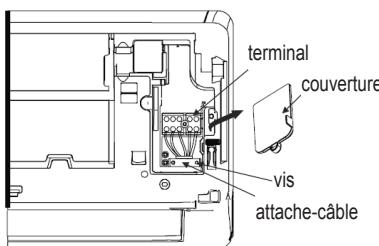

fig. 15 -
1. Ouvrez le panneau avant de l'appareil (*"fig. 15 -"*)